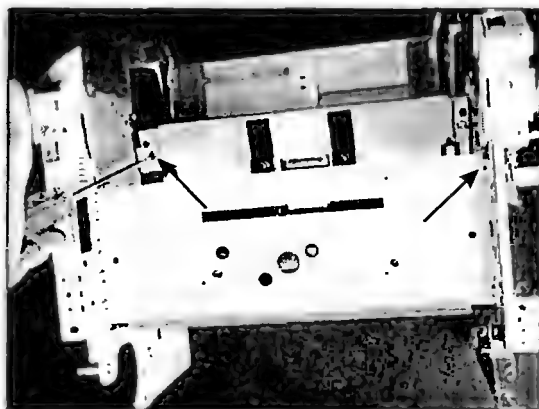

Рис. 6.33
- Откручивают два винта крепления опоры (рис. 6.33).